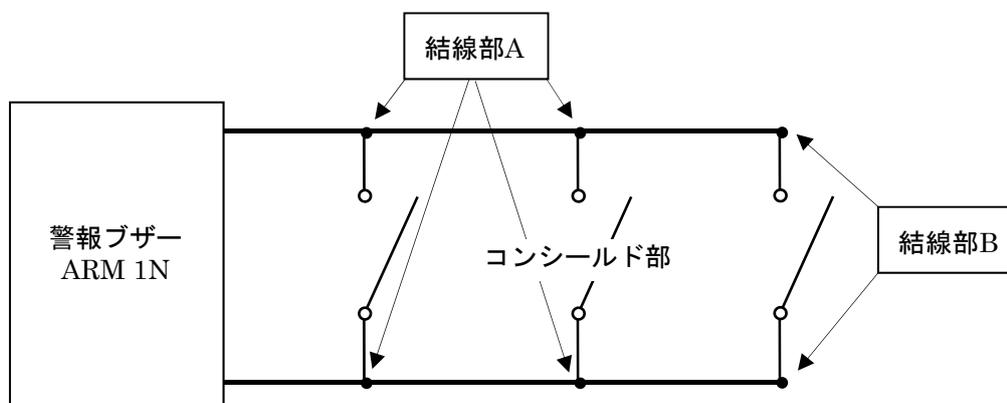

図12. コンシールド部配線図
- ・コンシールド部の配線は図12の様な送り配線としてください。